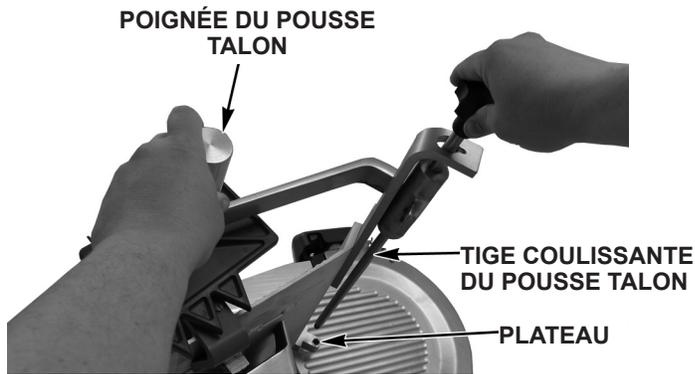

Fig. 5
- Le pousse talon (Fig. 5) est monté sur le plateau et peut être retiré pour le nettoyage.